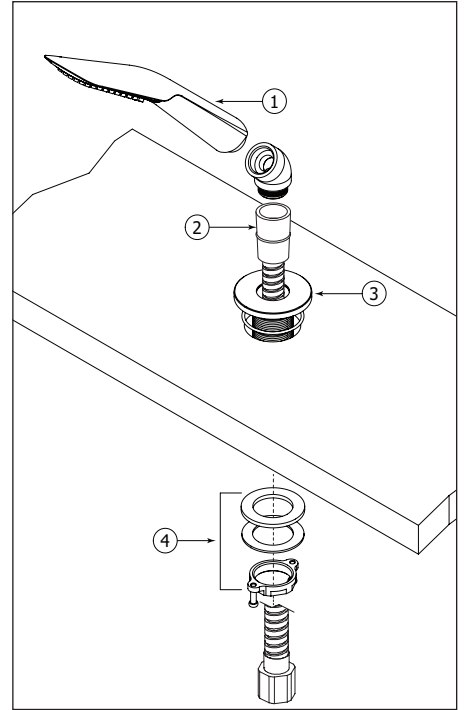

Fig.3
Insert the base (3) (decorative flange, threaded rod) into the deckmount hole. Secure with supplied tie-down kit (4) (see Fig. 3) Insert the chrome hose (2) into the base hole (smaller 3/8 hex nut end). Then, connect the other end of the hose (including washer) to the handshower (1).
Insérer la base de la douchette (3) (rosace décorative et manchon fileté) dans le trou de la surface. Ensuite, fixer la base avec l'écrou (4) et la rondelle en caoutchouc (voir Fig.3). Insérer le raccord HEX 3/8" (le raccord le plus petit) du boyau en chrome (2). Ensuite, raccorder l'autre bout du boyau (incluant la rondelle en caoutchouc) à la douchette (1). Bien serrer.